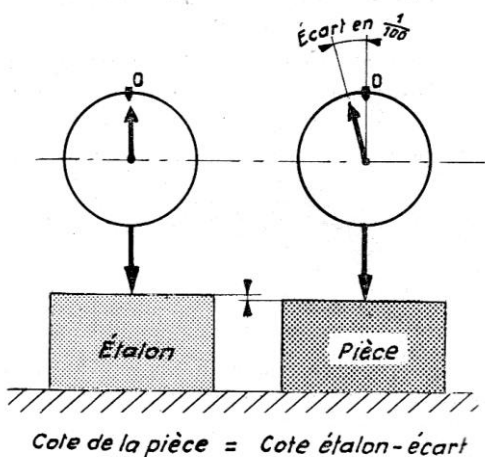

Figure 4 : Mesure indirecte
**Mesure indirecte** (figure 4)